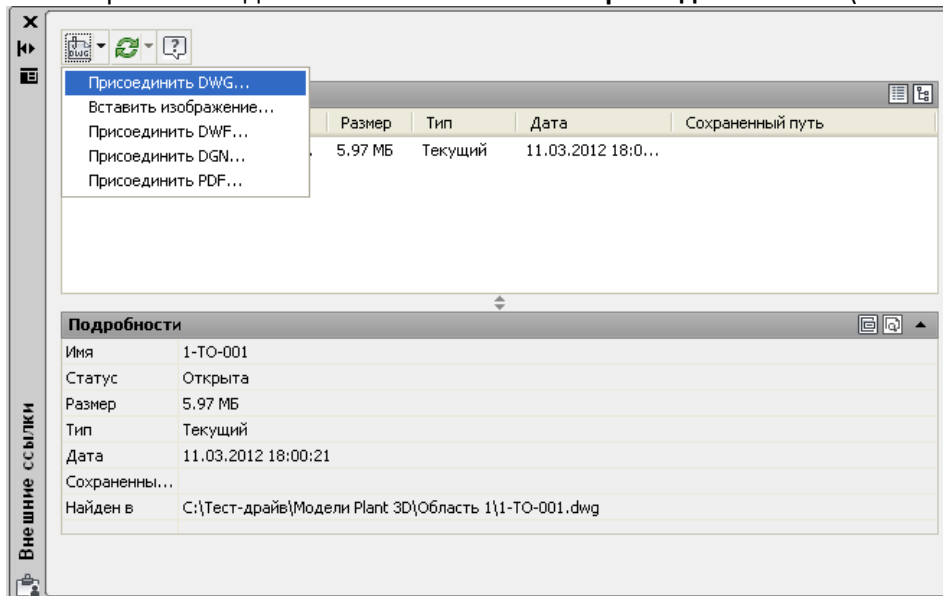

Рис. 64
- В открывшемся диалоговом окне нажмите **Присоединить DWG** (Рис. 64).